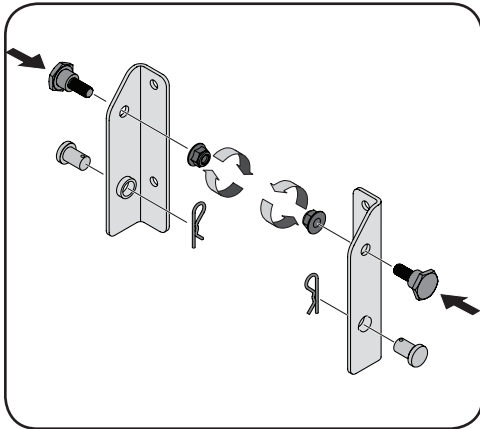

Figure 4-4
2. Retournez l'ensemble de montage et installez-le sur le support d'attelage. Voir Figure 4-4.
NOTE : Les trous les plus rapprochés des crochets sont utilisés pour l'installation des supports sur les tracteurs de la série 700 alors que les trous les plus rapprochés du côté opposé sont utilisés pour l'installation des supports sur les autres modèles. Le support de montage doit être retourné pour qu'il soit possible de l'aligner sur les trous appropriés (selon le modèle de tracteur). Voir Figure 4-4.